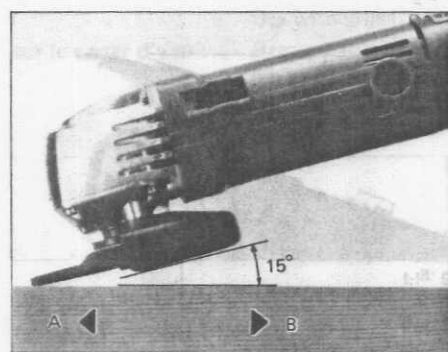

Fig. 3
(1) Lock nut wrench
(2) Wrench
- En général, garder le bord de la meule à un angle d'environ 15° avec la surface à meuler. (Fig. 3)
- L'utilisation d'une meule dans la direction A use une meule neuve. Tirer l'outil dans la direction B. L'une ou l'autre direction convient lorsque la meule a mordu. (Fig. 3)
- In general, keep the edge of the depressed center wheel at an angle of about 15° in relation to the workpiece surface. (Fig. 3)
- Using the disc grinder in A direction causes wear on a new wheel. Draw the tool in B direction. Either way is all right after the wheel is broken in. (Fig. 3)